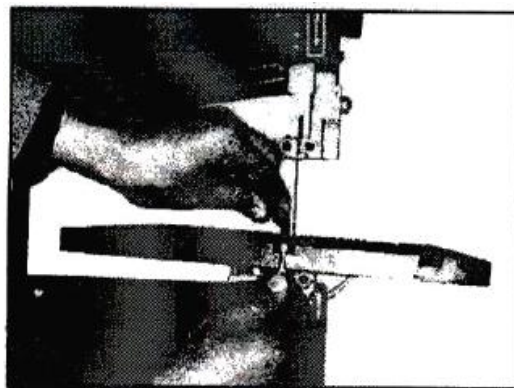

Рис. 2
- Установить вставку стола в центральное отверстие стола. **Рис. 2**